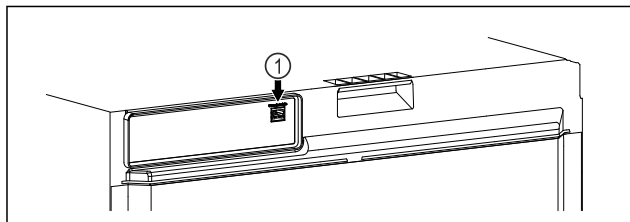

Fig. 115
- ❑ SmartModule Fig. 115 (1) ist eingesetzt.